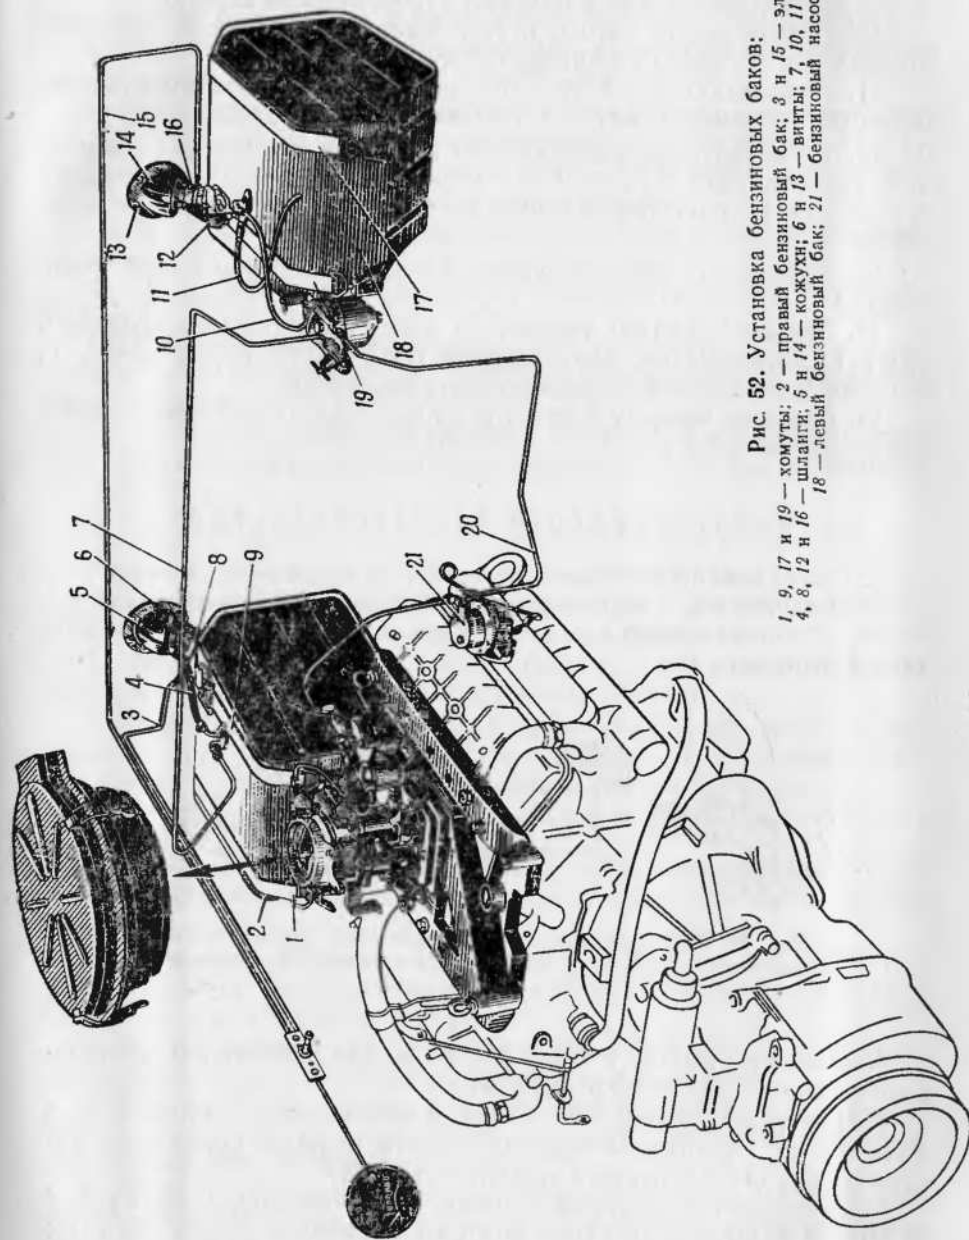

Рис. 52. Установка бензиновых баков:
10. Ослабить и снять стяжной хомут и отсоединить воздушный шланг 12 (рис. 52) от бензинового бака.
1. Опустить бензиновый бак 18 (рис. 52) в машину и закрепить его хомутами 17 и 19 с болтами и пружинными шайбами.
8. Ослабить и снять стяжной хомут и отсоединить воздушный шланг 4 (рис. 52) от правого бензинового бака 2.
1. Опустить бензиновый бак 2 (рис. 52) в машину и закрепить его хомутами 1 и 9 с болтами и пружинными шайбами.